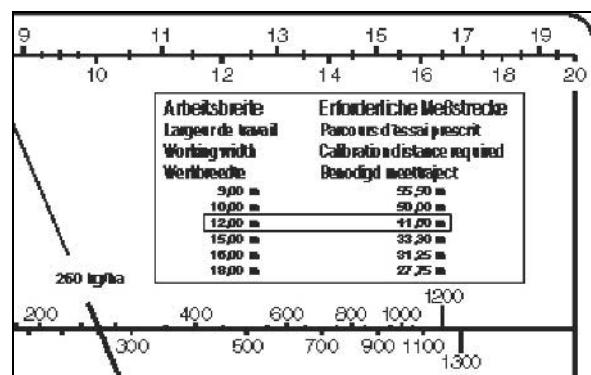

図 69
1. 収容容器 (図 69/1) をハンガーでホルダ
(図 69/2) に掛けます。収容容器をクランプ
装置 (図 69/3) にはめてください。
2. 排出シートのサイドシャッター (図 69/4)
を、ロープ (図 69/5) を引くことでおよそ 5
5. 圃場の条件で、つまり所定の一定の作業速度で、測定距離を開始点から終点まで正確に移動します。ここでは正確に測定距離開始点において、排出シートのサイドシャッター(図 69/4)をロープ(図 69/5)で完全に開き(ストッパーまで引き)、終点において閉じます(ロープを放すと、ばね(図 69/6)がサイドシャッターをロック位置に移動させます)。